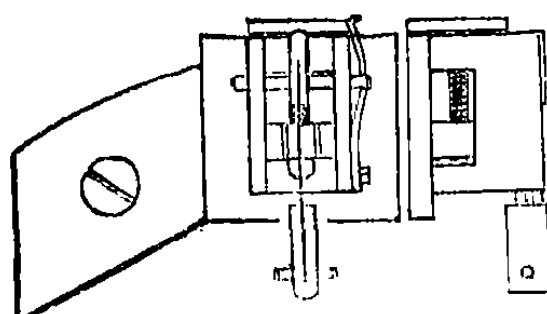

Рис. 211. Подвес на длинном пендельфедере.
2) подвес на длинном пендельфедере с приспособлением для регулировки (рис. 211).
1) подвес на неподвижно закрепленном пендельфедере (рис. 211), но с изменяющимся положением точки его сгибания при каждом «передвигании» регулирующего градусника;